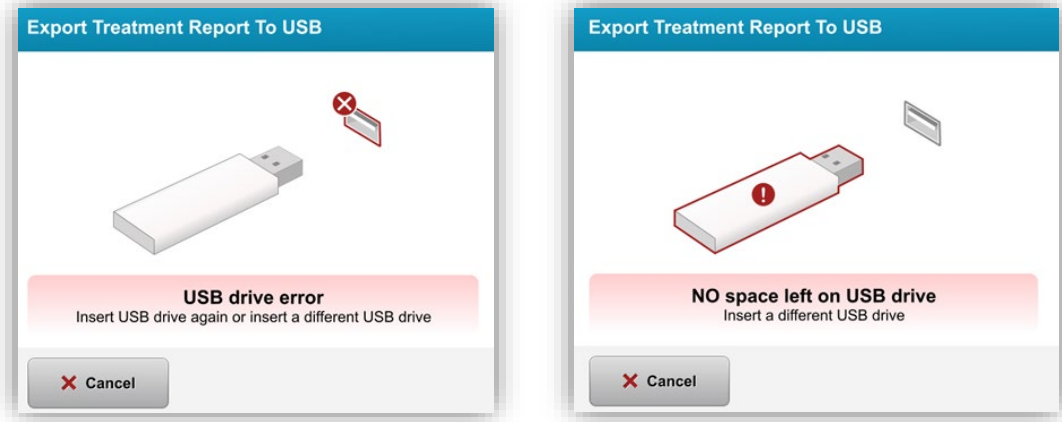

Figura 3-42. Erro do USB e Não há espaço disponível no USB
- o Se o USB estiver cheio ou o sistema não conseguir ler o USB, será exibida uma mensagem indicando o erro, conforme mostrado na Figura 3-42.